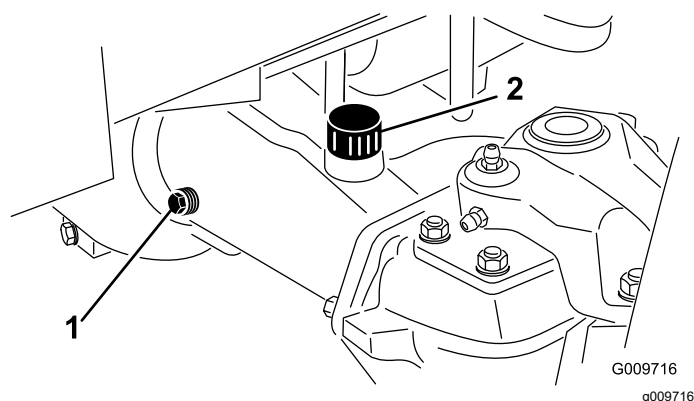

Figure 68
- Enlevez un bouchon de contrôle à une extrémité du pont arrière (Figure 68) et vérifiez que l'huile atteint la base de l'orifice. Si le niveau est trop bas, enlevez le bouchon de remplissage (Figure